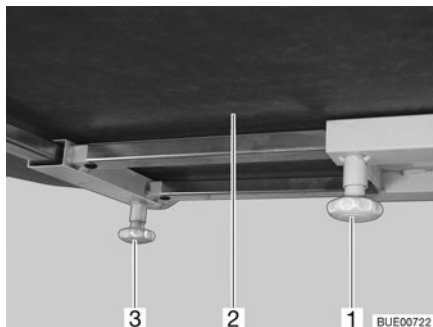

Fig. 84 Mesa fija
- Aflojar el tornillo moleteado (Fig. 84,1).
- Desplazar a la posición deseada el tablero de la mesa (Fig. 84,2).
- Aflojar el tornillo moleteado (Fig. 84,3).